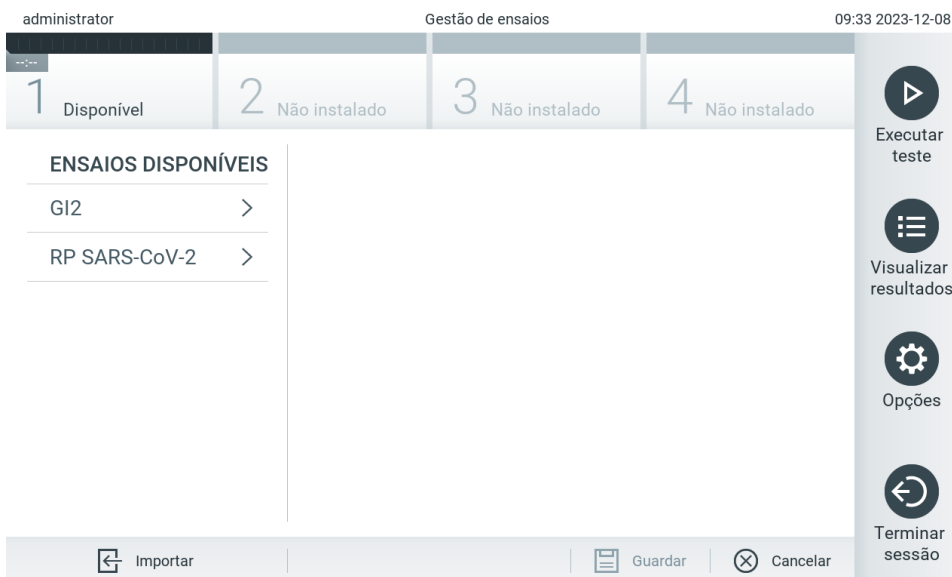

Figura 58. Ecrã Assay Management (Gestão de ensaios).
2. Para importar o(s) novo(s) ensaio(s) para o QIAstat-Dx Analyzer 2.0, prima o botão Options (Opções) e, em seguida, o botão Assay Management (Gestão de ensaios). O ecrã Assay Management (Gestão de ensaios) é apresentado na área de conteúdo do visor (Figura 58).